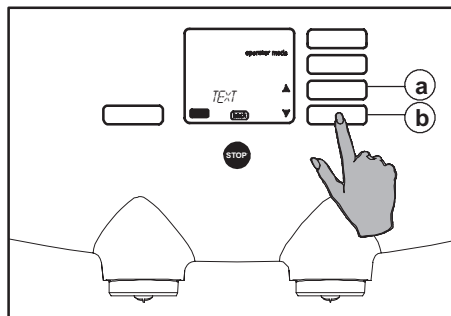

Fig. 63 Menu de sélection TEXT
Dans le menu opérateur, à partir du menu de sélection "TEXT" (fig. 63), vous pouvez déterminer si le texte "FAITES CHOIX" doit s'afficher ou non à l'écran avant qu'une boisson ne soit sélectionnée.
3. Utilisez les boutons de défilement  jusqu'à ce que l'option "TEXT" apparaisse à l'écran (fig. 63 a ou b).